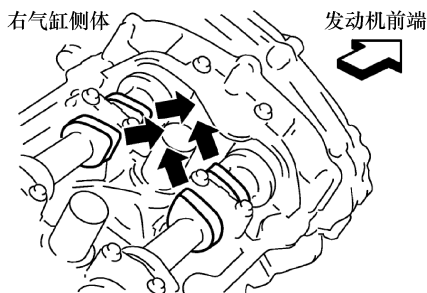
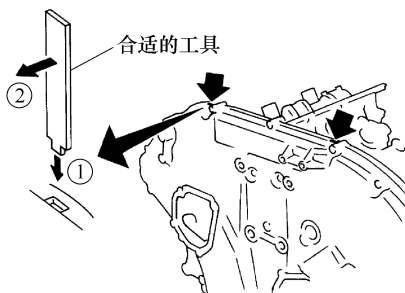
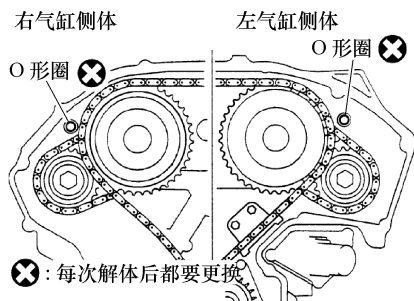

图 3-29 进排气凸轮位置
图 3-30 撬开前正时链室盖
图 3-31 拆下后链室的 O 形圈
③ 如果没有，如图 3-29 所示旋转一圈(360°)并对齐。
① 松开固定螺栓。
② 如图 3-30 中箭头①所示，将合适的工具插入前正时传动链室顶部的槽口中。
③ 如图 3-30 中箭头②所示，移动工具撬开前正时链室盖。
④ 使用油封刮刀切开密封垫进行拆卸。
15) 从后正时传动链室上拆卸 O 形圈，如图 3-31 所示。